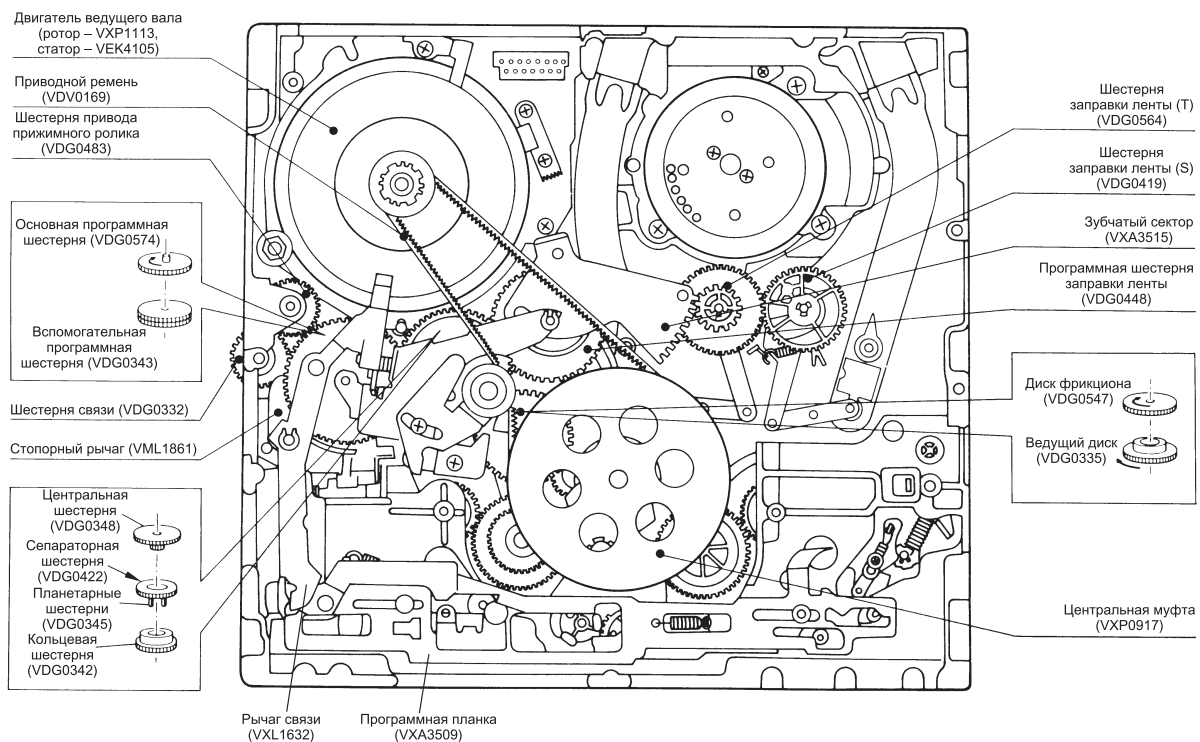

Рис. 1. G-REV-механизм, вид снизу
На рис. 1 показан вид снизу G-REV-механизма.
5. Устанавливают программную планку, обращая внимание на положение связанных с ней деталей (см. рис. 1), и фиксируют ее двумя разрезными шайбами. Затем устанавливают рычаг связи основной программной шестерни с программной планкой и фиксируют ее разжимной металлической шайбой (XUEV3VW).